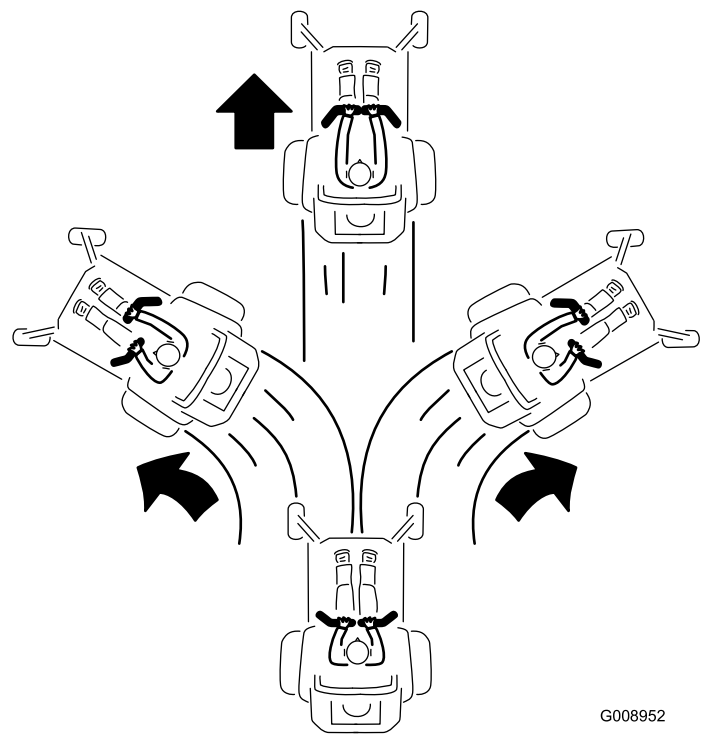

Figure 23
3. Pour vous déplacer en marche avant, poussez doucement les leviers de commande de déplacement vers l'avant (Figure 23).